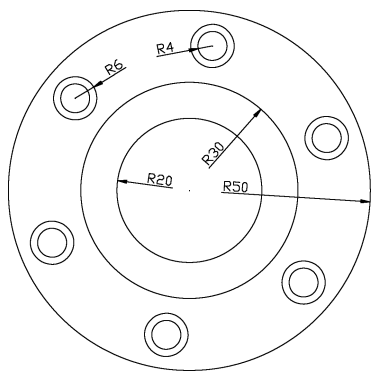

图 9-18 “法兰盘”示意图
1) 打开 AutoCAD 2014 中文版，利用前面所学内容绘制一个“法兰盘”示意图，如图 9-18 所示，将工作空间选定为“三维建模”。